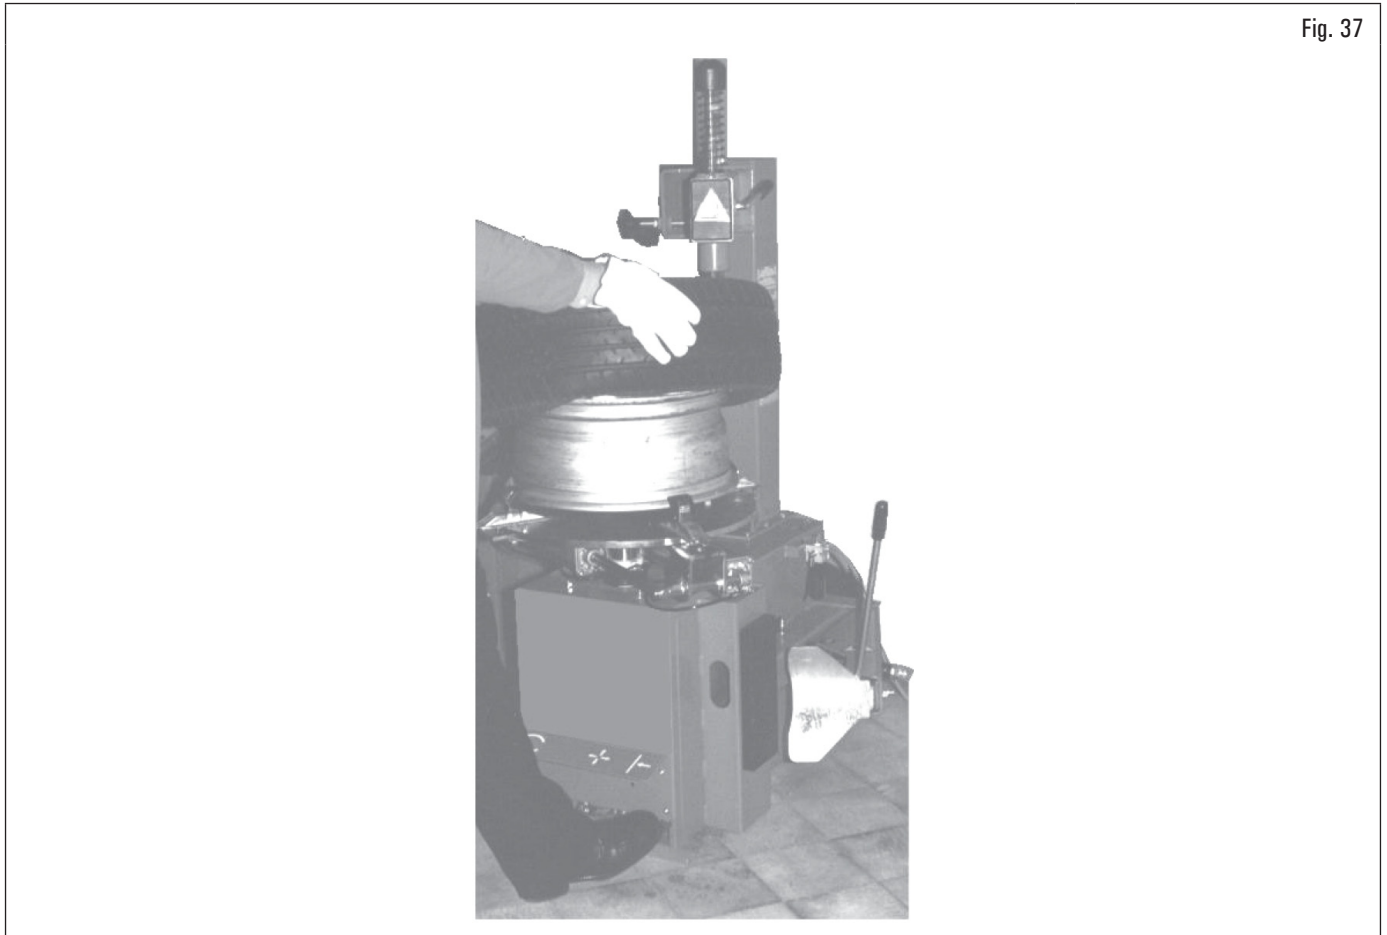

Fig. 37
2. coloque el neumático en la llanta y sitúe la cabeza útil de montaje en el borde exterior de la llanta (Fig. 37);